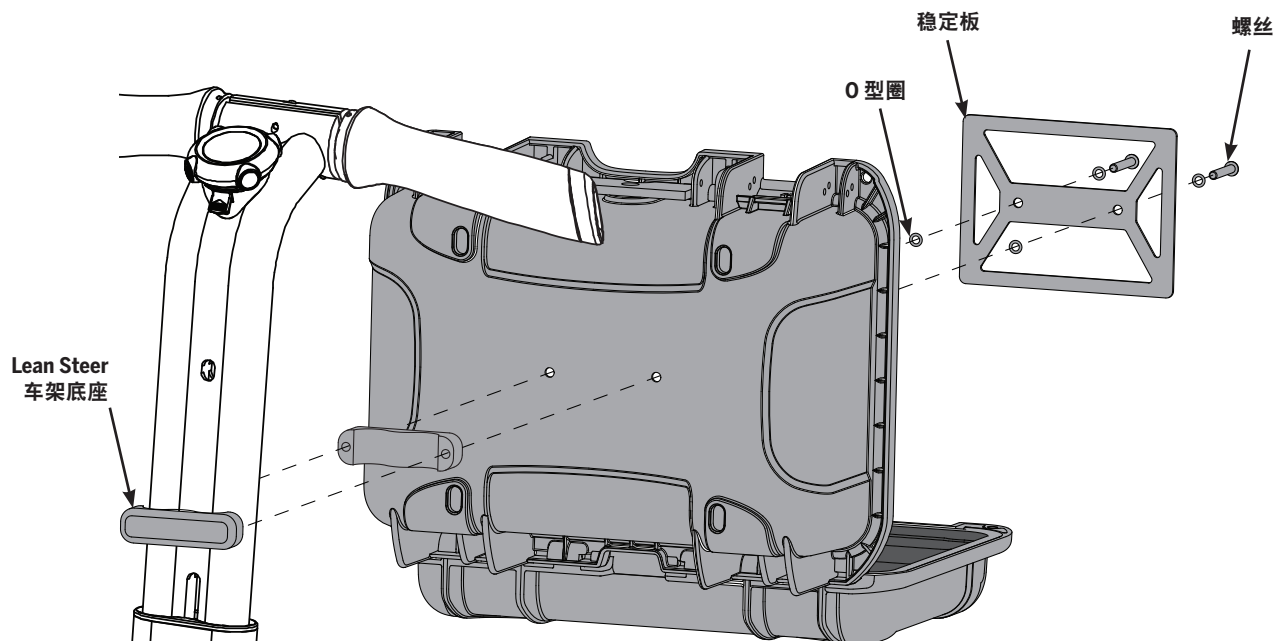

图 15. 将前箱安装至 Lean Steer 车架
2. 如图 15 所示, 使用两个 25 毫米螺丝、四个 O 型圈 (稳定板两侧各两个) 和两个 Lean Steer 车架底座将前箱安装至 Lean Steer 车架。将螺丝拧紧至 **11.0 牛米 (8.1 英尺磅)**。